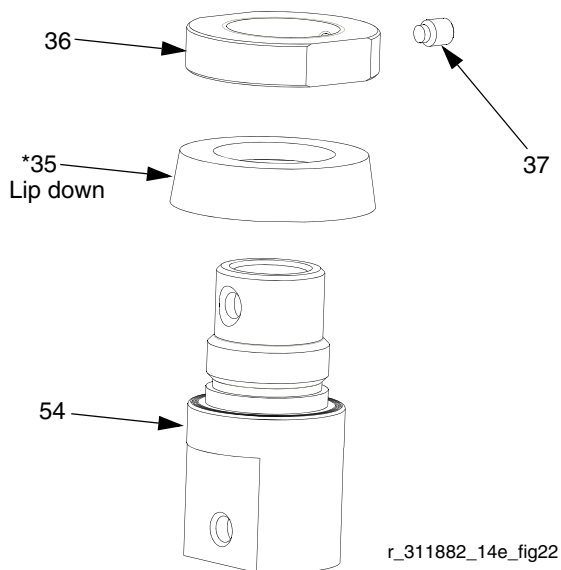

Рис.21
- 10 Ослабить стопорный винт (37) на хомуте (36). Снять хомут с корпуса поршня (54). Снять кольцевое уплотнение (35\*). Осмотрите все детали на наличие повреждений. См. Рис.21.